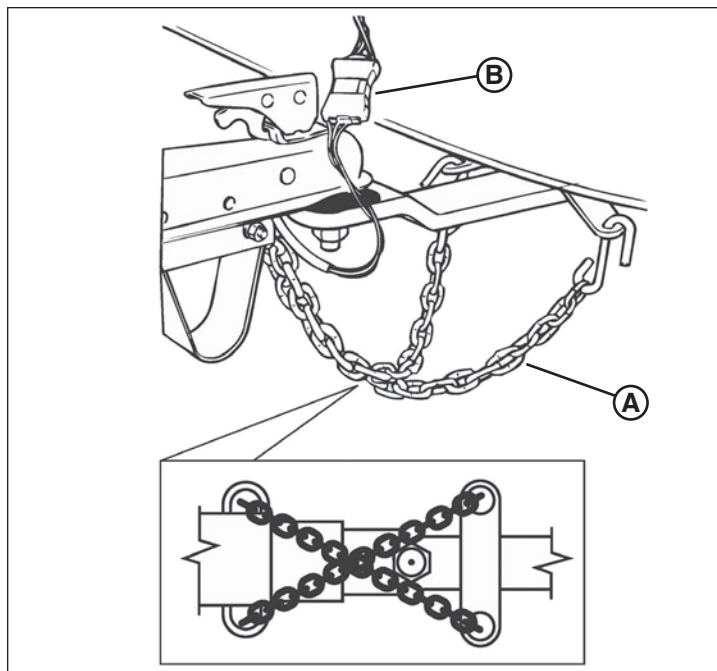

Рисунок 7
2. Подсоедините страховочные цепи (А, рис. 7) к раме сцепки транспортного средства и скрестите их под дышлом прицепа, чтобы дышло не опустилось на дорогу, если прицеп отсоединится от сцепки. Соедините цепи настолько туго, насколько это возможно, при этом достаточно ослабьте их, чтобы обеспечить свободное поворачивание.
3. Подключите разъем осветительных приборов (В, рис. 7) от жгута проводов транспортного средства к жгуту проводов прицепа.